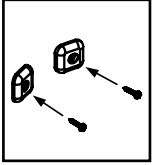

FIGURA 11
14. Tome dos soportes de manija y dos tornillos de 1". Coloque los tornillos a través del orificio suministrado en el centro de cada soporte. **FIGURA 11**.